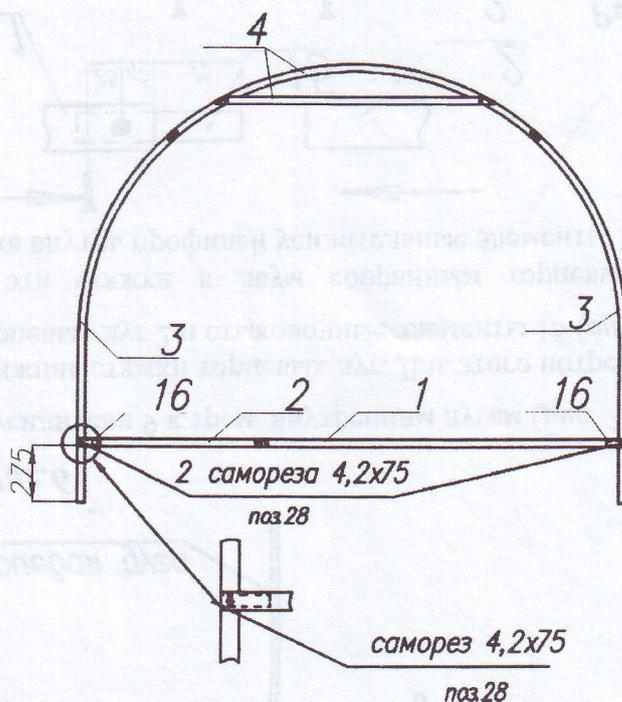

Рис.9
3.11. Присоедините эти стяжки к двум собранным торцевым дугам саморезами 75 мм, предварительно вставив внутрь профилей усилительные элементы 16 (рис.9).